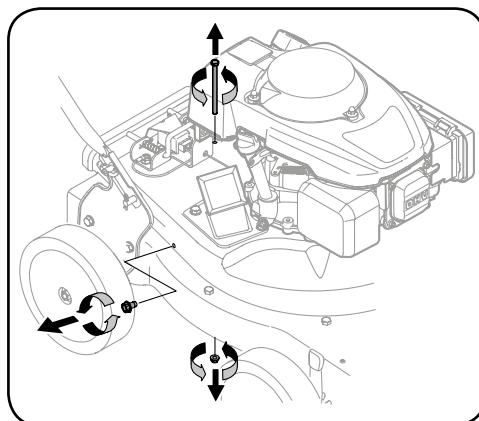

Рисунок 5-2
- Выкрутите самонарезающий винт из экрана измельчителя с правой стороны машины. См. рисунок 5-2.
- Выкрутите винт с шестигранной головкой в верхней части заднего кожуха рядом с монтажным кронштейном и фланцевую контргайку, удерживающую экран измельчителя. См. рисунок 5-2.